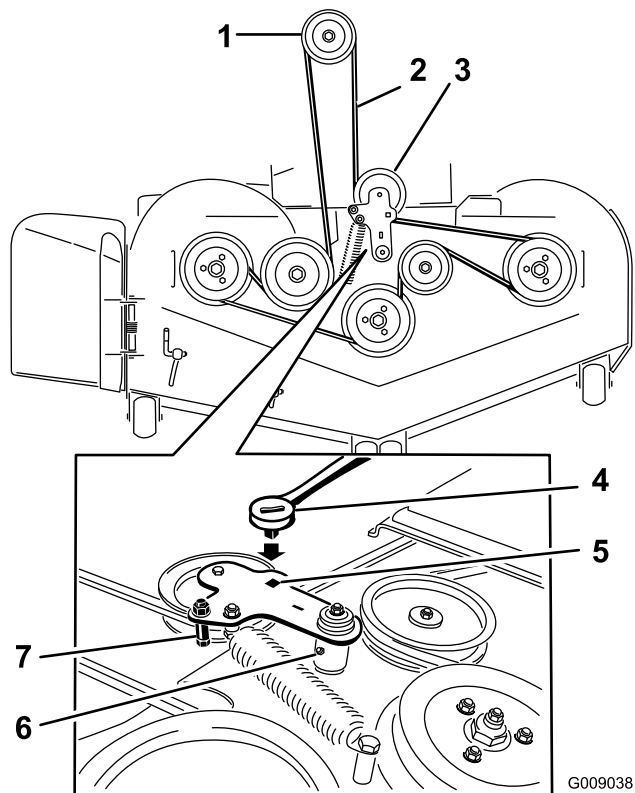

Figure 76
7. Insérez un rochet dans le trou carré du bras de tension pour détendre le ressort de la poulie de tension (Figure 76).
9. Enlevez le guide de courroie situé sur le bras de tension rappelé par ressort ; voir Figure 76.
11. Acheminez la courroie neuve autour des poulies du plateau de coupe et de la poulie d'embrayage, sous le moteur (Figure 76).
12. Montez le guide de courroie sur le bras de tension ; voir Figure 76.
13. Insérez le rochet dans le trou carré et montez le ressort de la poulie de tension (Figure 76).